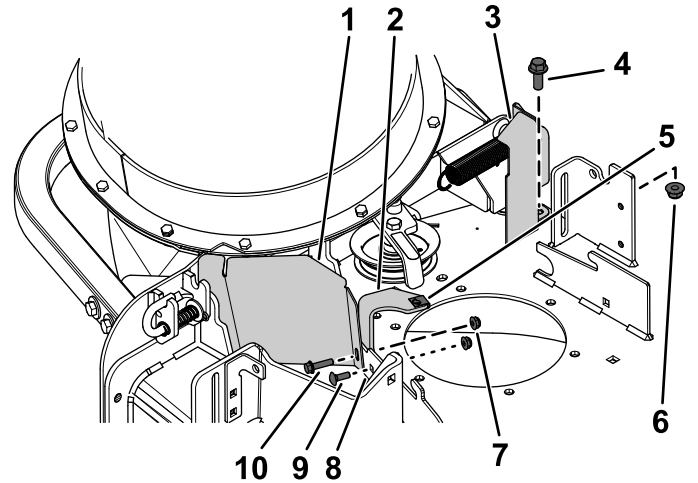

Figura 6
1. Alinee los orificios del protector de la polea (CE) con el orificio del soporte del deflector delantero y el orificio exterior de la pestaña delantera de la carcassa (Figura 6).
2. Instale el soporte de la cubierta de la correa (CE) (si no se instaló anteriormente) en los orificios de la parte trasera de la pestaña delantera de la carcassa (Figura 6).
3. Sujete el protector de la polea (CE) y el soporte de la cubierta de la correa al orificio exterior de la pestaña delantera de la carcassa con 1 perno de cabeza hexagonal (1/4" x 1") y una contratuerca (1/4"), como se muestra en la Figura 6.
4. Sujete el soporte de la cubierta de la correa al orificio interior de la pestaña delantera de la carcassa con un perno de cuello cuadrado (1/4" x 3/4") y una contratuerca (1/4"), como se muestra en la Figura 6.
5. Alinee el orificio de la pestaña trasera del soporte de la cubierta de la correa (CE) con el orificio de la carcassa de donde retiró el soporte de la cubierta de la correa original en el paso
1 de Retirada del soporte de montaje de la cubierta (página 4); consulte Figura 6.
6. Alinee la tuerca rápida con el orificio de la parte superior del soporte de la cubierta de la correa (CE), y coloque la tuerca rápida a presión en el soporte (Figura 6).
7. Instale provisionalmente el protector trasero en la carcassa de corte con un perno de cabeza hexagonal (3/8" x 1") y una tuerca con arandela prensada (3/8"), como se muestra en la Figura 6.